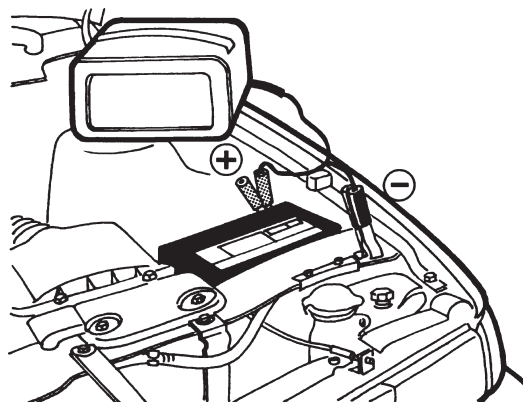

FIGURE 7 : RACCORDEMENT À UNE BATTERIE À MISE À LA MASSE NÉGATIVE
5. Pour les véhicules à masse négative, raccordez la pince POSITIVE (ROUGE) du chargeur de batterie à la borne POSITIVE (POS, P, +) non mise à la masse de la batterie. Raccordez la pince NÉGATIVE (NOIRE) au châssis du véhicule ou au bloc moteur le plus loin possible de la batterie. Ne raccordez pas la pince au carburateur, à la canalisation d'essence ni à une pièce de carrosserie en tôle. Raccordez-la à une pièce de métal épaisse du cadre ou au bloc moteur (consultez la figure 7).